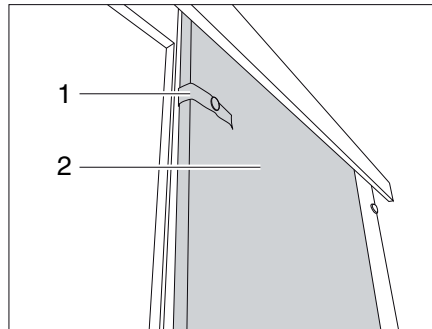

Fig. 222 Puerta corredera
- Soltar la cinta de seguridad (Fig. 222,1).
- Empujar la puerta corredera (Fig. 222,2) a la posición de cierre.
- Dirigir la puerta corredera (Fig. 222,2) a la posición de apertura.
- Fijar la puerta corredera con la cinta de seguridad (Fig. 222,1).